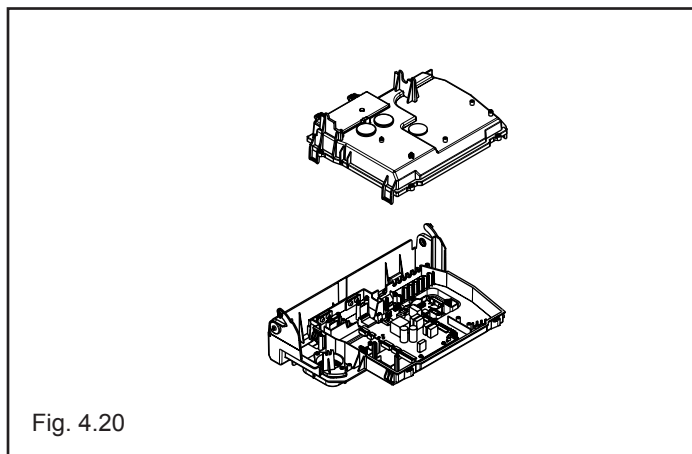

Fig. 4.20
- Rimuovere il mantello, sganciare e abbassare il cruscotto verso di sé (Fig. 4.18a) e rimuovere la copertura scheda per accedere al pulsante "CO" (Fig. 4.20).